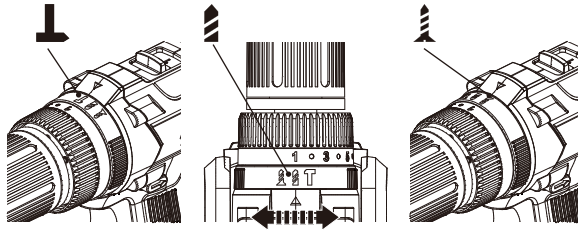

Fig. 7
Trois fonctions différentes sont disponibles sur cet outil : une fonction perçage, une fonction vissage et une fonction perçage à percussion. Pour sélectionner l'une des trois fonctions, tournez la bague de sélection de fonction (14), pour aligner la flèche avec le symbole de la perceuse/visseuse/perceuse à percussion (Fig. 7).